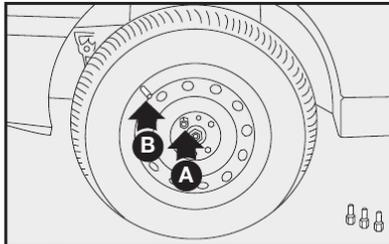

fig. 13
- Atarraxar apenas um dos parafusos **A-fig. 13**, em correspondência com a válvula de enchimento **B-fig. 13**.